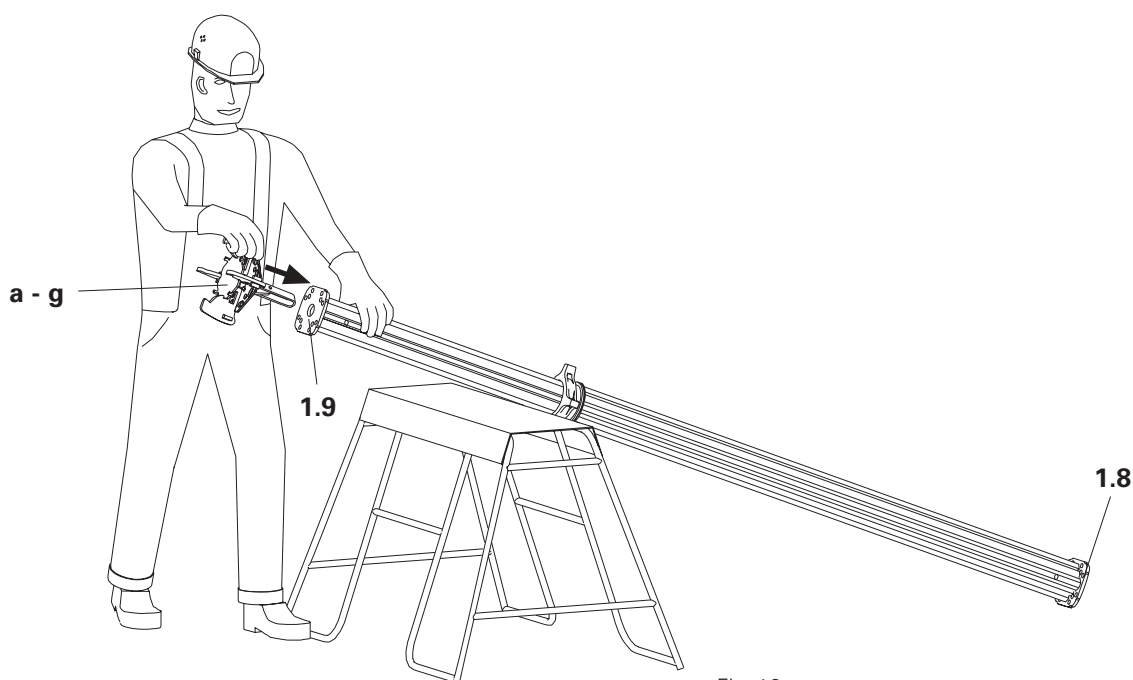

Fig. 16
2. Lad lynspærrelåsen gå i indgreb eller fastgør hovedet/topstykket med bolt og fjedersplit. Fig. 16